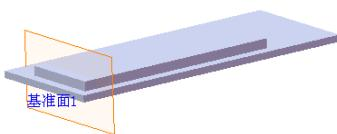
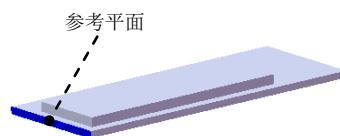

图 17.7.7 创建基准面 1
图 17.7.8 选取参考平面
Step4. 创建图 17.7.7 所示的基准面 1。
(1) 选择下拉菜单 **插入(I)** → **参考几何体(G)** → **基准面(E)…** 命令，系统弹出“基准面”对话框。
(2) 定义基准面的参考实体。选取图 17.7.8 所示的面作为所要创建的基准面的参考实体。
(3) 定义偏移参数。采用系统默认的偏移方向；在 **后** 后文本框输入 35，并选中 **反转** 复选框。
(4) 单击 **确定** 按钮，完成基准面 1 的创建。